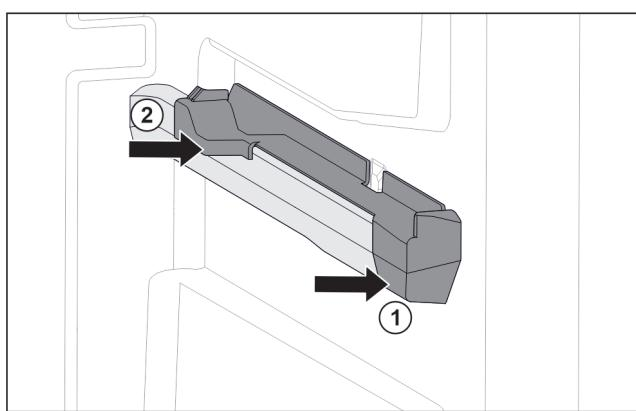

Fig. 32 Вставна частина на правому ребрі для резервуару
- Одягти вставну частину вперед на ребро резервуару. Fig. 32 (1)
- Притиснути вставну частину позаду. Fig. 32 (2)